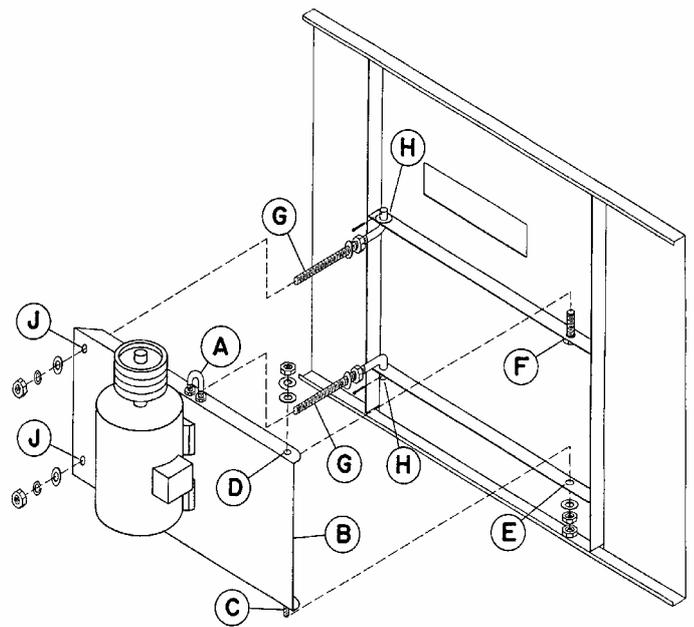

Figure 15 - Installation du Moteur à l'Extérieur.
1. Etudier la Figure 15 avant d'installer le support moteur sur l'unité